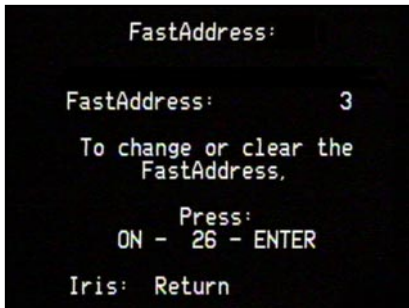

Figure 2: FastAddress
2. Appuyez sur « ON-999-ENTER ». Vous verrez apparaître l'écran représenté à la FIGURE 2.
Toute caméra sans adresse *FastAddress* affichera l'écran représenté à la FIGURE 2 lorsque la commande « ON-999-ENTER » est utilisée. Vérifiez que vous êtes bien en train de regarder la caméra que vous voulez programmer.